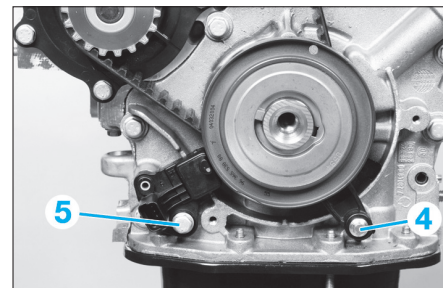

Fig. 10
- le guide de courroie (4) (Fig.10),
- le capteur de position vilebrequin (5).